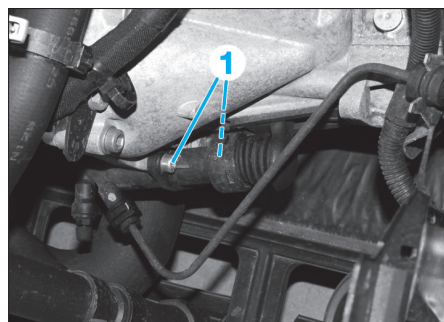

Fig. 2
- Sans débrancher les raccords, déposer et écarter le récepteur hydraulique (1) d'embrayage (Fig.2).